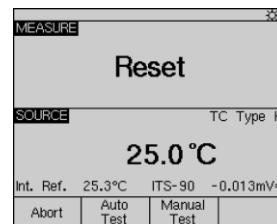

图 5
7. 现在的显示应如图5所示的组合状态显示。按‘Auto Test’功能键和‘Continue’功能键，F740将模拟热电偶输出一个往复通过正常设置点（SetPoint）的热电势斜坡，同时记录实际设置点（setPoint）的输出温度值并显示在屏幕的右上角。一旦这一过程结束，F740紧接着测试限位开关的复位点（reset Point），同样向限位开关输出一个模拟热电偶的往复通过正常期望复位值（21°C~23°C）的热电势斜坡。实际复位点的输出温度值被记录之后，屏幕将显示如图6的测量结果。实测误差超过允许误差时，误差值将反白显示。